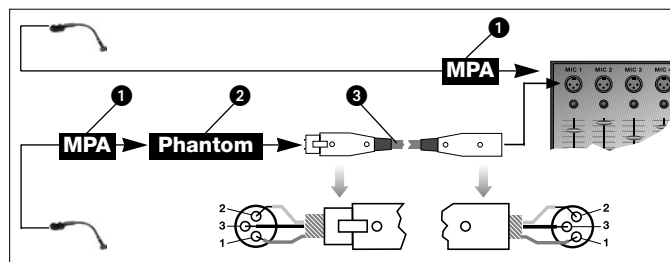

Fig. 1 : Raccordement sur une entrée symétrique
Voir fig. 1.
3. **Si vous n'avez pas d'alimentation fantôme sur votre table de mixage**, branchez l'adaptateur pour alimentation fantôme (1) sur une alimentation fantôme AKG optionnelle (2) (N 62 E, N 66 E, B 18, B 15) et raccordez l'alimentation fantôme à une entrée symétrique à l'aide d'un câble XLR (3) (p.ex. AKG MK 9/10 – n'est pas fourni avec le micro). Voir Fig. 1.